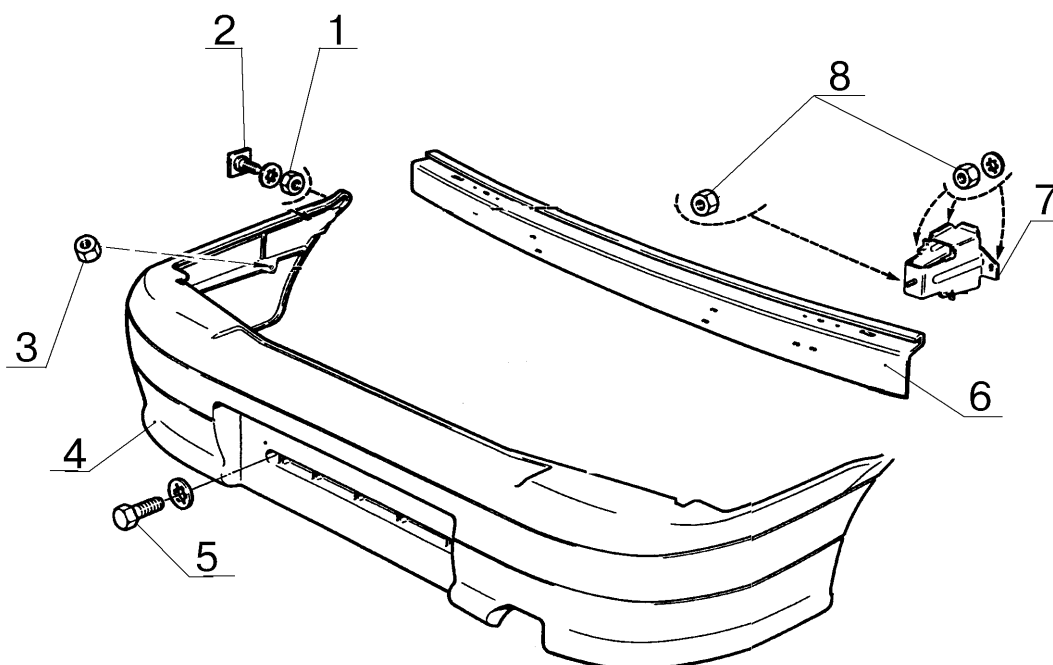

Рис. 6. Бампер 2115-2804015 задний
6.1 Отвернуть две гайки 1, рис. 6, и две гайки 3 бокового крепления бампера 4 к кузову (ключ гаечный 10).